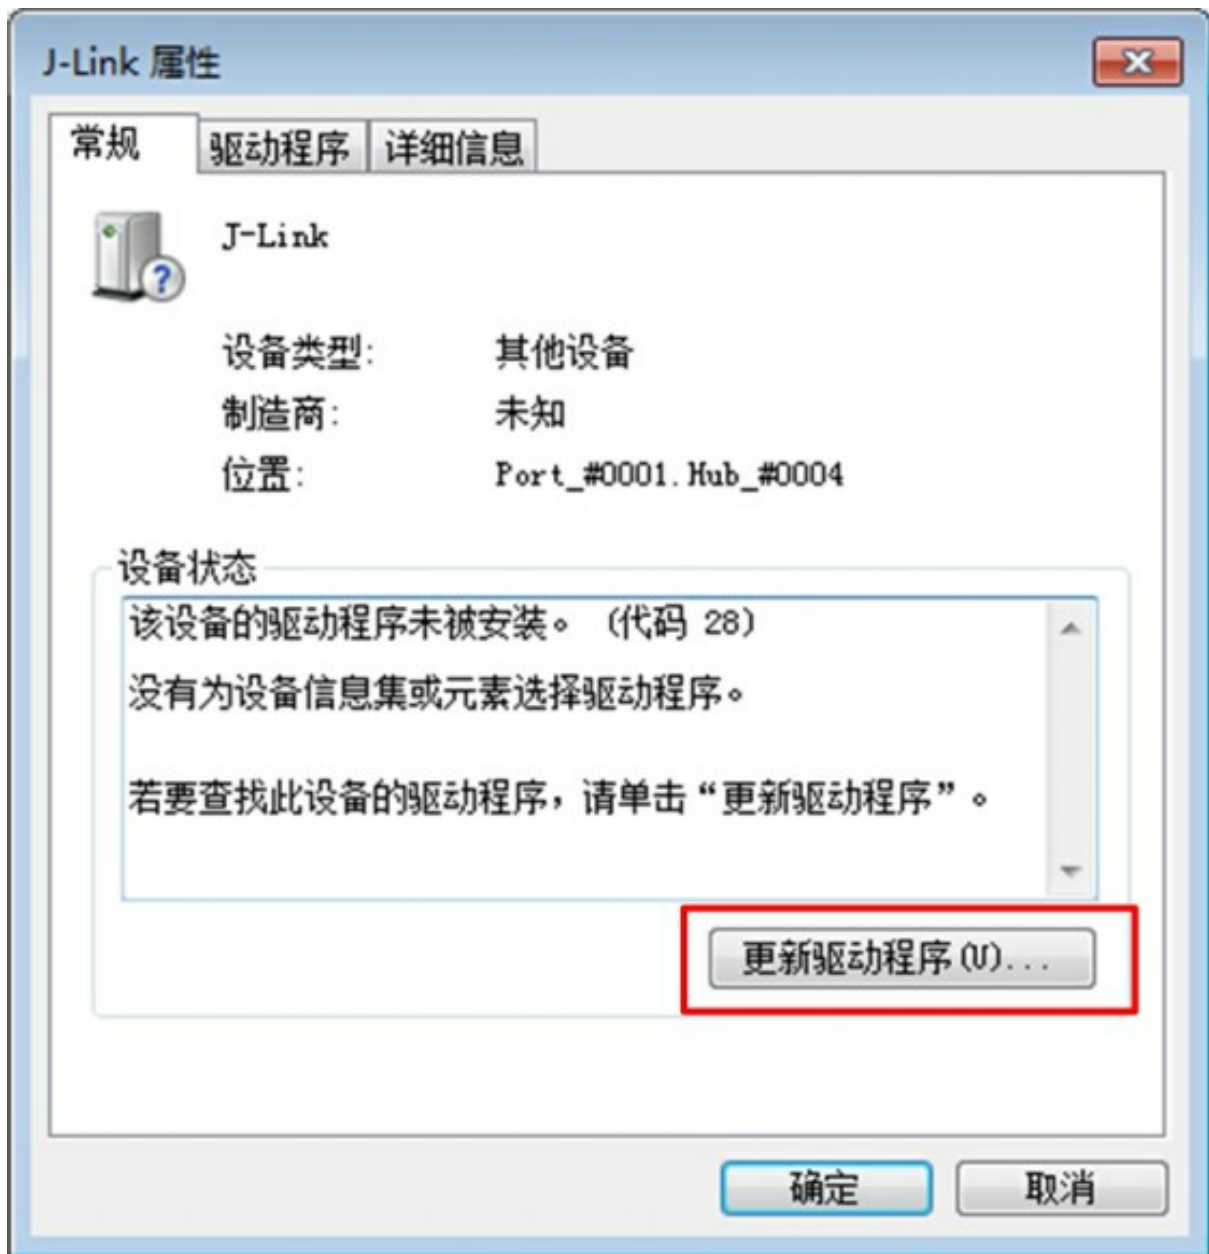

图 52: 选择更新驱动程序
(2) 双击带黄色感叹号的 **【J-Link】**，弹出如 图 52 所示的窗口，选择 **【驱动程序】** 下的 **【更新驱动程序】**。